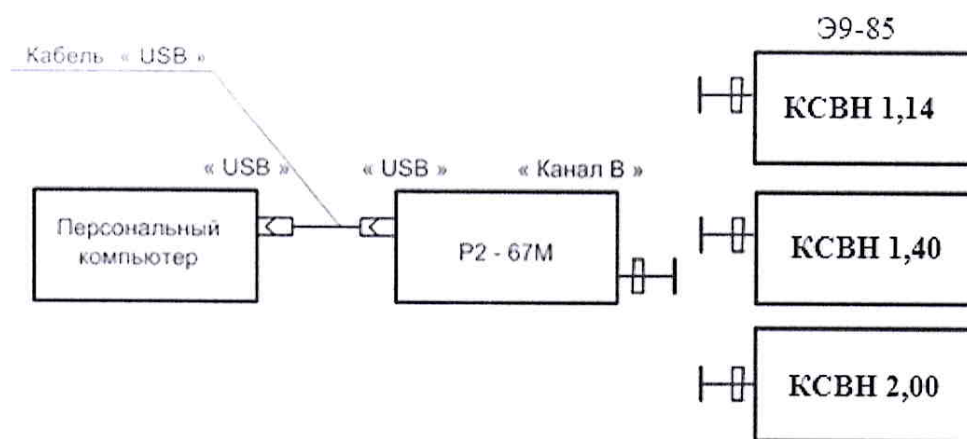

Рисунок 5
8.4.4 Подсоединить образцовую волноводную нагрузку (см п. 8.4.2) к фланцу рефлектометра (рисунок 5).